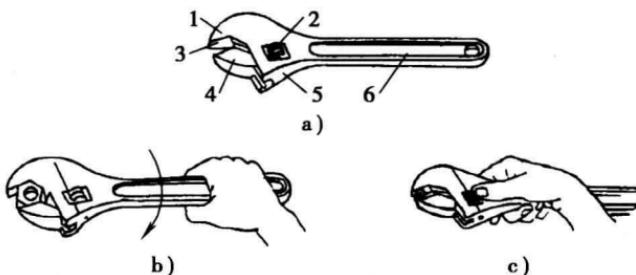

图 1—12 活扳手
(1) 活扳手的构造和规格。活扳手由头部和柄部组成，头部由呆扳唇、呆扳唇、扳口、蜗轮和轴销等构成，如图 1—12 所示。旋动蜗轮可调节扳口的大小。活扳手的规格以长度乘以最大开口宽度(单位：mm)来表示，电工常用的活扳手有 150 mm×19 mm (6")，200 mm×24 mm (8")，250 mm×30 mm (10") 和 300 mm×36 mm (12") 四种。